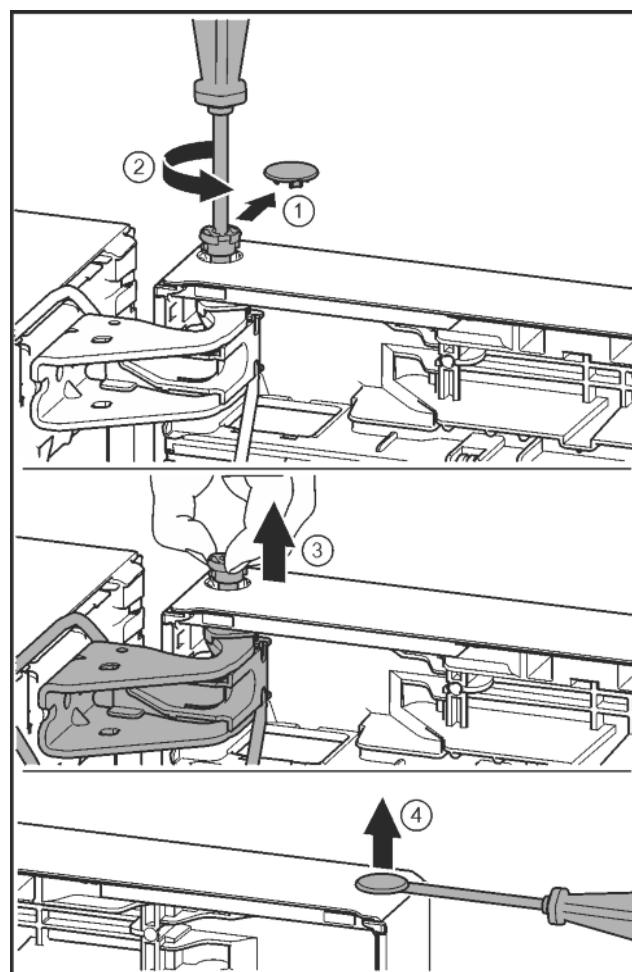

Fig. 24
- Bezpečnostní kryt opatrně stáhněte. *Fig. 24 (1)*
- Šroubovákem T15 o kousek vyšrouobujte čep. *Fig. 24 (2)*
- Dveře držte a čep vytáhněte prsty. *Fig. 24 (3)*
- Plochým šroubovákem opatrně nadzvedněte zátku z ložiskového pouzdra dveří a vytáhněte ji. *Fig. 24 (4)*